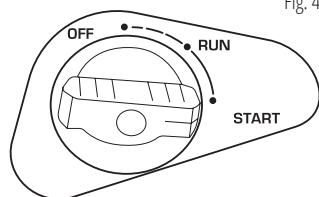

Fig. 4
4. Rode a alavanca do estrangulador para a posição OFF (Fig. 4).